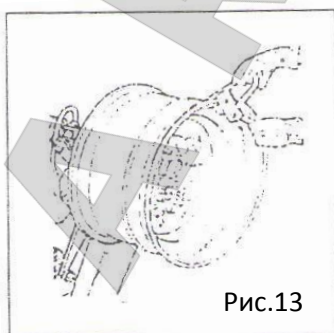

Рис.13
- 3) Закрепить щипцы в верхней точке на внешней плоскости обода колеса (см. рис. 13).